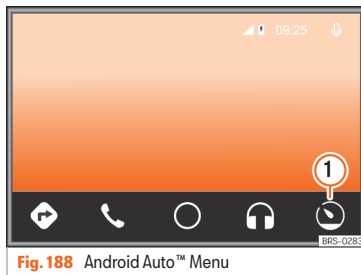

Fig. 188 Android Auto™ Menu
- On the Android Auto™ service press **»» Fig. 188 ①**.